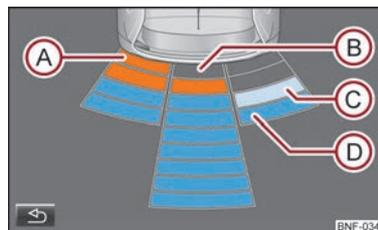

Fig. 62 Visualizzazione sul display del sistema visivo di parcheggio.
- A** Un ostacolo riconosciuto nella zona di collisione viene visualizzato con un trattino arancione ⇒ fig. 62. **Non proseguire la marcia!** ⇒ ⚠.
- Premendo ripetutamente il tasto funzione  sullo schermo del sistema di navigazione ⇒ fig. 62.